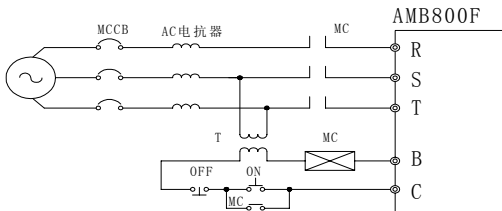

图 3-4 接入输入断路器
- ① MCCB 的容量应为变频器额定电流的 1.5~2 倍。
- ② MCCB 的时间特性要满足变频器的过载保护（150%的额定电流/1 分钟、200%的额定电流/1 秒钟）特性。
- ③ MCCB 与两台以上变频器或其他设备共用时，可按图 3-4 连接，将变频器故障输出继电器触点接入电源接触器将输入电源断开。